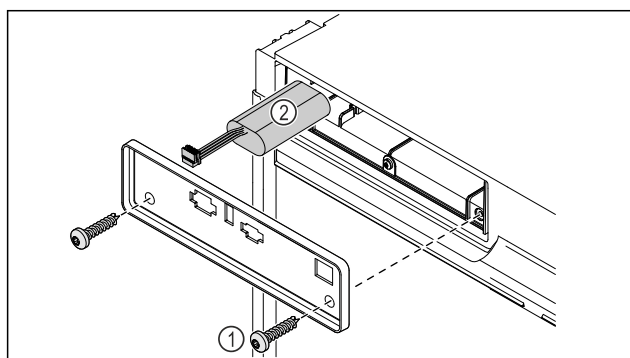

Fig. 200
- ▶ Dévisser les vis et retirer le cache situé à l'arrière de l'appareil Fig. 200 (1).
- ▶ Débrancher et retirer la batterie Fig. 200 (2).